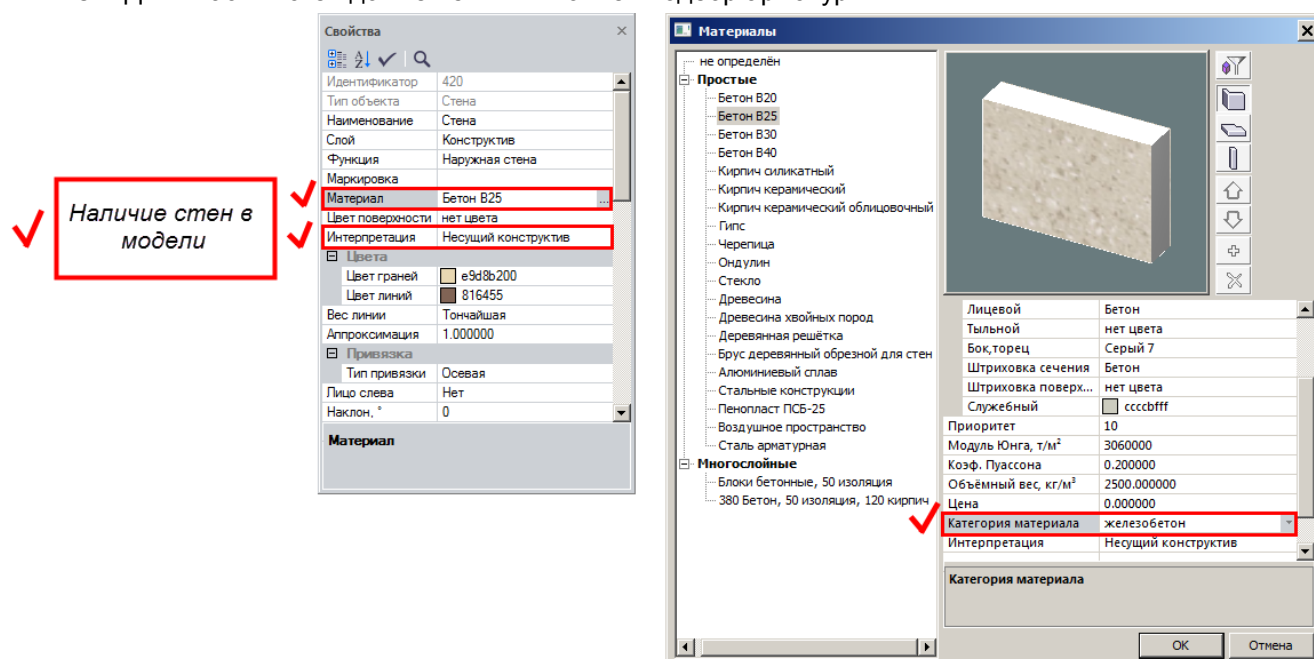

Рис.8.1. Необходимый минимум данных для расчета армирования и проектирования диафрагм
3. Категория материала для стен должна быть **железобетон** (настраивается в диалоговом окне **Материалы**) (рис.8.1);